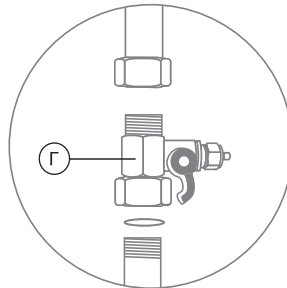

Рис. 14
- Установите тройник-адаптер (Г) (рис. 14) на магистраль холодной воды, уплотнив соединения.